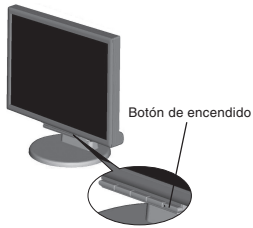

Figura C.1
7. Encienda el monitor y el ordenador con el botón de encendido (figura C.1).